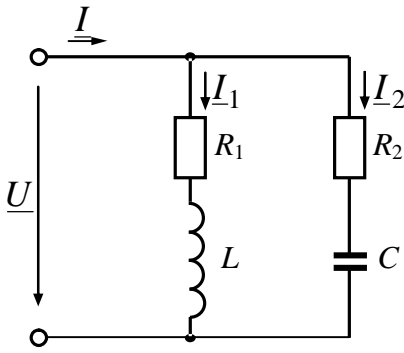

Рис. 3.21
**3.134.** Визначити загальний струм, активні й реактивні потужності окремих віток і всього електричного кола змінного струму рис. 3.21, побудувати векторну діаграму напруг і струмів, якщо живильна напруга 110 В, активні й реактивні опори відповідно дорівнюють  $R_1 = 2$  Ом;  $R_2 = \sqrt{6}$  Ом;  $X_L = 4$  Ом;  $X_C = 2$  Ом.
**3.135.** Знайти значення струмів  $I_1$  та  $I_2$  у вітках, загальний струм  $I$  і відповідні коефіцієнти потужності  $\cos \varphi$ , побудувати векторну діаграму напруги і струмів електричного кола змінного струму (рис. 3.21), якщо напруга живильної мережі 120 В, активні й реактивні опори:  $R_1 = 2$  Ом;  $R_2 = 1$  Ом;  $X_L = 6$  Ом;  $X_C = 955$  Ом. Задачу розв'язати методом контурних струмів.
**3.136.** Визначити реактивну потужність розгалуженого електричного кола змінного струму (рис. 3.21), якщо живильна напруга 100 В, активні й реактивні опори:  $R_1 = 1$  Ом;  $R_2 = 3$  Ом;  $X_L = 2$  Ом;  $X_C = 1$  Ом.